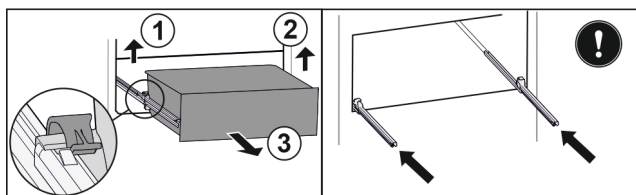

Fig. 209
- ▶ Zvedněte levou svorku a současně vytáhněte zásuvku vlevo dopředu. Fig. 209 (1)
- ▶ Zvedněte pravou svorku a současně vytáhněte zásuvku vpravo dopředu. Fig. 209 (2)
- ▶ Vyjměte zásuvku dopředu. Fig. 209 (3)